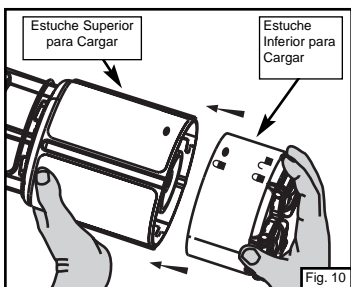

Fig. 10
- ⇒ Instale el estuche inferior para cargar. Alinee el símbolo de punto "●" localizado sobre la parte inferior del estuche superior para cargar con el símbolo de punto "●" sobre el estuche inferior para cargar. (Fig. 10)